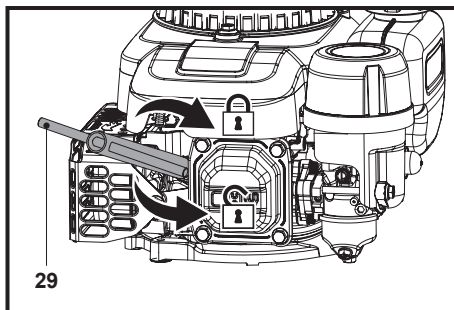

Fig. 21
2. Desserrer la bougie d'allumage dans le sens antihoraire à l'aide de la clé pour bougie d'allumage (29) et la retirer avec précaution (Fig. 21).